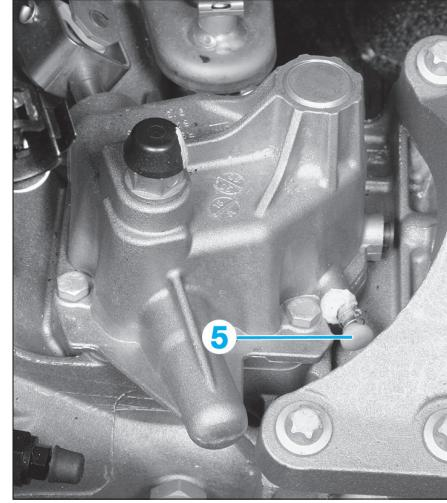

Fig. 10
- tourner l'axe de fourchette vers la gauche (en direction de la 3e vitesse) (Fig.10).
- Enfoncer la goupille de réglage (5) dans l'orifice de réglage du couvercle de changement de vitesses.